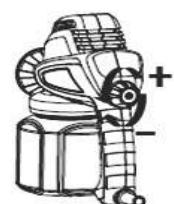

Рис.3
4. Нажмите выключатель краскопульта и вращайте регулирующую ручку (Рис.3) до тех пор, пока не получите требуемую интенсивность распыления и конус распыла не будет иметь желаемую ширину. Туман распыла должен быть однородным, мелкодисперсным, без капель.